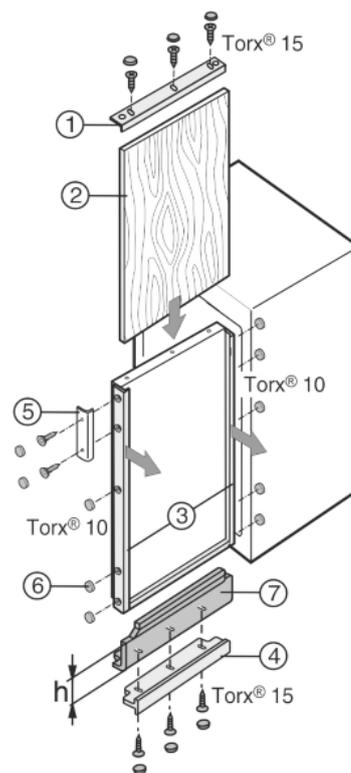

Fig. 7
Wenn bereits eine Dekorplatte vorhanden ist, diese aber in der Höhe zu klein ist, kann sie mit unterschiedlich hohen Ausgleichsblenden Fig. 7 (7) angepasst werden.
- Dekorrahmen Fig. 7 (1, 4) oben und unten abschrauben.
- An allen anderen Dekorrahmen Fig. 7 (3) die Schrauben nur lösen und die Dekorrahmen nach vorn schieben.
- Dekorplatte Fig. 7 (2) einschieben.
- Ausgleichsblenden Fig. 7 (8, 9) unten und/oder oben aufsetzen.
- Dekorrahmen Fig. 7 (1, 5) darüber setzen und festschrauben.
- Dekorrahmen Fig. 7 (3, 4) zurückschieben und festschrauben.
- Griff Fig. 7 (6) anschrauben.
- Auf alle Schraubköpfe die Abdeckkappen Fig. 7 (7) aufrasten.